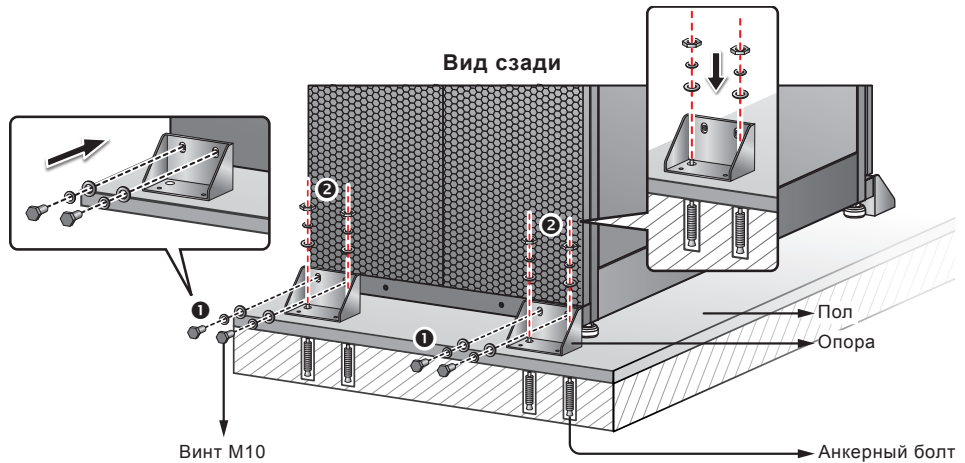

Рис. 5-3. Установка опор сзади
- 4 Ключом с головкой 16 мм отверните 4 винта М10 ❶ и снимите с поддона две опоры, фиксировавшие ИБП при транспортировке. Прикрепите две опоры этими винтами к ИБП сзади. Для фиксации ИБП ❷ прикрепите опоры к полу анкерными болтами с гайками. Анкерные болты приобретаются отдельно. См. **Рис. 5-3**.